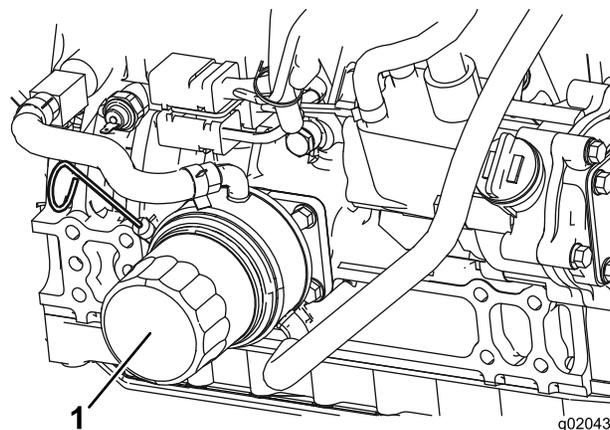

Figura 51
- Togliete il filtro dell'olio (Figura 51). Applicare un velo di olio pulito sulla tenuta del nuovo filtro prima di avvitarla. **Non serrate troppo.**